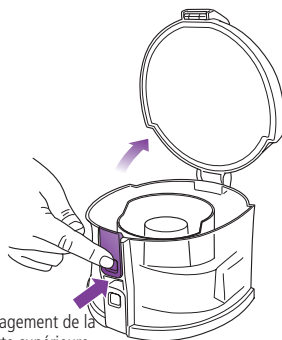

Fig. 10
- 5 Pour nettoyer le compartiment supérieur du récipient à poussière, appuyez sur le bouton de dégagement de la porte supérieure pour l'ouvrir. (fig. 10) Videz le contenu dans une corbeille à déchets et refermez la porte jusqu'à ce qu'elle s'enclenche en place.